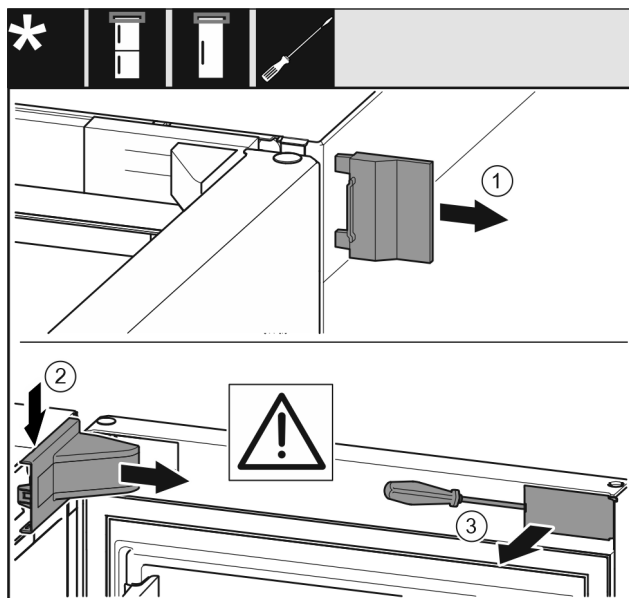

Fig. 6
- Rimuovere la copertura esterna. Fig. 6 (1)
- Disinnestare e allentare la copertura del blocco di supporto. Rimuovere la copertura del blocco di supporto. Fig. 6 (2)
- Disinnestare il pannello con un cacciavite a testa a intaglio e ruotarla lateralmente. Fig. 6 (3)